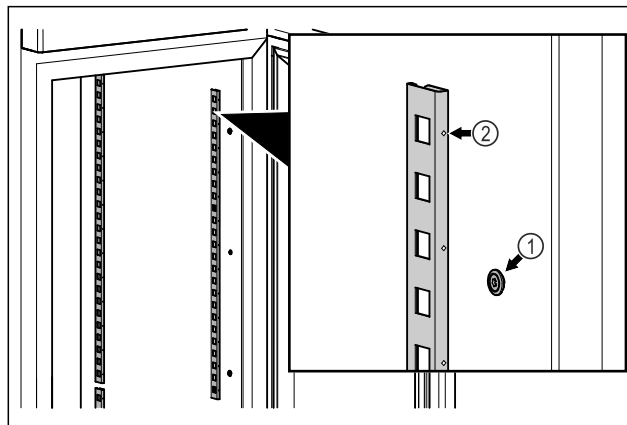

Fig. 17 Näitlik kujutis
- ▶ Haakige fikseerimisliistud rippkinnitusse Fig. 17 (1). Märgistus Fig. 17 (2) peab olema ettepoole suunatud.